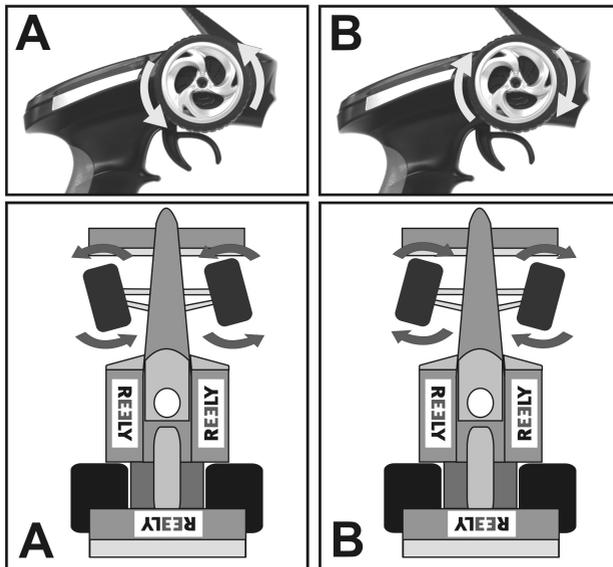

Bild 11
Wenn Sie das Steuerrad am Sender nach links lenken, müssen die Räder am Fahrzeug nach links einschlagen (siehe Bild 11, Skizzen A). Falls Sie nach rechts lenken, müssen die Räder nach rechts einschlagen (siehe Bild 11, Skizzen B).
Sollten die Räder genau entgegen der in Bild 11 gezeigten Richtung einlenken, so können Sie mit Hilfe des Reverse-Schalters für die Lenkfunktion (15) die Wirkrichtung des Steuerrades und somit die Drehrichtung des Lenkservos umschalten.